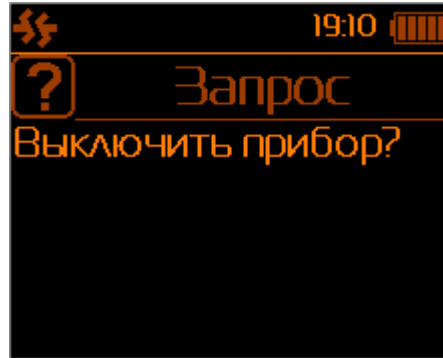

Рис.38. Запрос на дисплее выключения прибора.
2.3.8. Выключение прибора осуществляется нажатием кнопки 12 (рис.2), при этом на дисплей выводится запрос «Выйти из программы и выключить прибор?» (Рис.38). Выключение прибора осуществляется нажатием кнопки «ОК». Все записанные в память блока отображения информации данные и установки сохраняются. Данные хранятся в энергонезависимой памяти в течение 10 лет даже в случае разряда и при замене батареи питания БОИ-01.